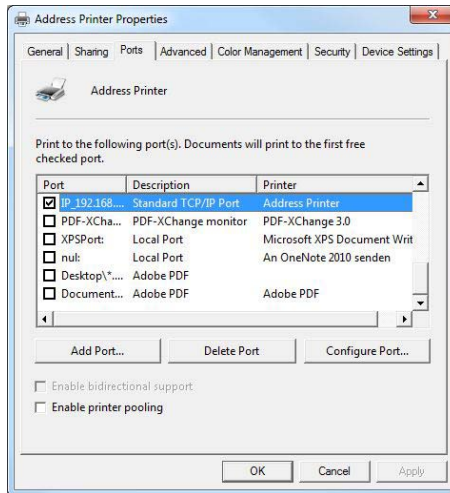

Abbildung 44: Druckeranschlusseinstellungen
- Nun ist der Druckertreiber bereit die Druckdaten über den Netzwerkanschluss zu schicken. Stellen Sie sicher das der Hacken bei dem neuen Anschluss gesetzt ist (siehe Abbildung 44).